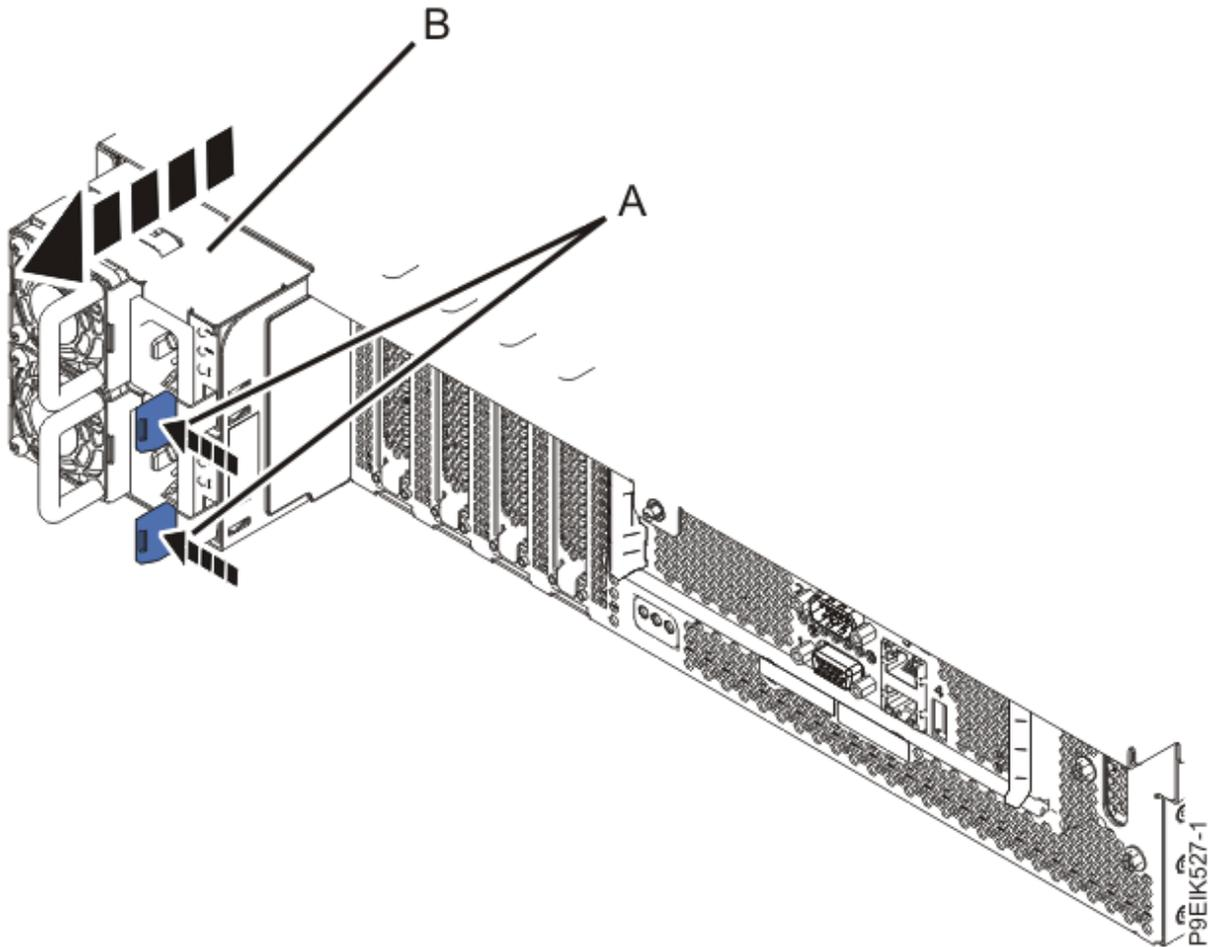

図 193. システムからの電源装置の取り外し
9. システムから電源装置を取り外します (221 ページの図 193 を参照)。
- a) 電源装置をシステム内の所定の位置から取り外すには、ロッキング・タブ (A) を左へ引きます。
- b) 電源装置のハンドルを片方の手でつかみ、システムから電源装置 (B) を途中まで引き出します。